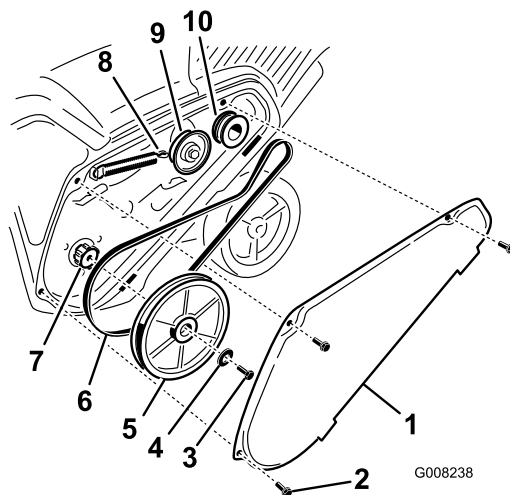

Figure 36
1. Enlevez le couvercle de la courroie d'entraînement après avoir retiré les 3 boulons comme illustré (Figure 36).
2. Décrochez le ressort de frein du bras de la poulie de tension pour détendre la courroie (Figure 36).
3. Enlevez la vis et la rondelle bombée qui retiennent la poulie de rotor (Figure 36).
4. Retirez la poulie de rotor et la courroie d'entraînement (Figure 36).
Remarque: Acheminez la courroie neuve autour de la poulie du moteur, puis de la poulie de tension, et enfin autour de la poulie de rotor desserrée, située juste au-dessus de l'arbre de rotor (Figure 36).
6. Montez la poulie de rotor sur l'arbre de rotor (Figure 36).
7. Montez la rondelle bombée et le boulon de fixation de la poulie de rotor, et serrez-les solidement (Figure 36).